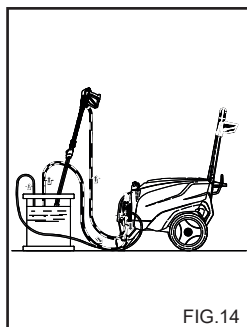

FIG.14
**OPERAZIONI PER L'USO DI ANTIGELO (fig. 14)**